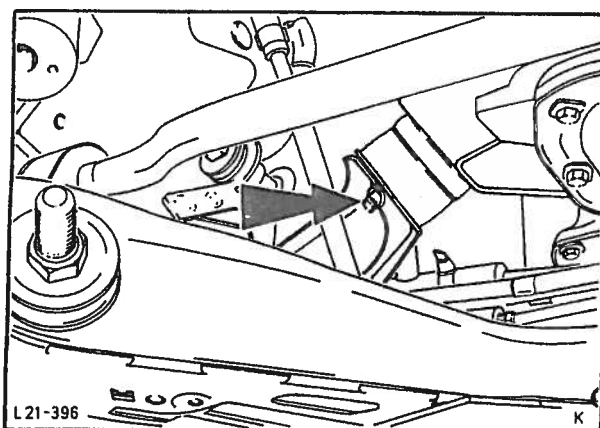

Fig. 99 Løsne motorfestene fra traversen.
4. Løsne motorfestene av gummi fra traversen (2 muttere), fig. 99.